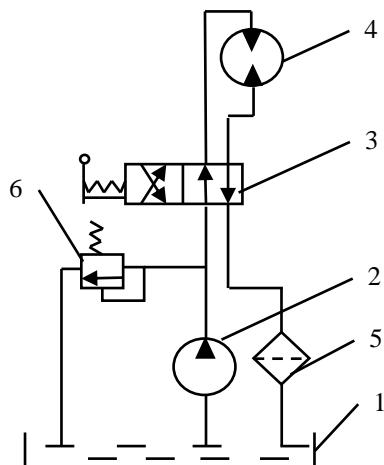

Рис. 2
– гидропривод вращательного движения (рис. 2), когда в качестве гидродвигателя применяется гидромотор, у которого ведомое звено (вал или корпус) совершает неограниченное вращательное движение;